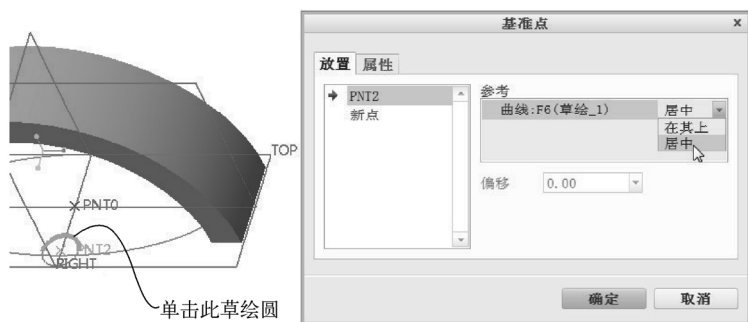

图 3-40 在选定图元中心处创建基准点
- 2) 在模型窗口中单击草绘圆, 接着在“基准点”对话框的“参考”收集器中, 将选定参考的约束类型选项设置为“居中”, 如图 3-40 所示。